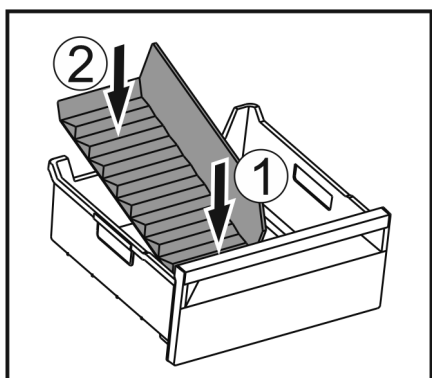

Fig. 75
- ▶ Vložte přední část přepážky přihrádky na led. Fig. 75 (1)
- ▶ Zadní část přepážky přihrádky na led spusťte až na dno zásuvky. Fig. 75 (2)